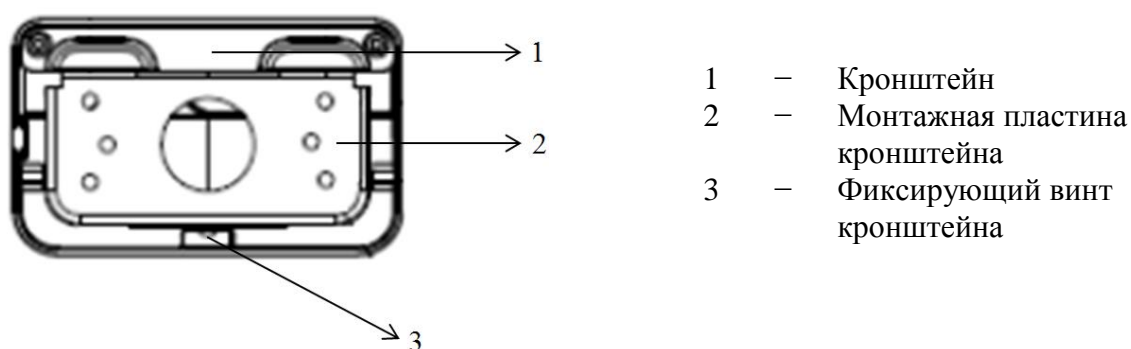

Рисунок 5.10
5.5.2 Ослабьте фиксирующий винт кронштейна и отсоедините монтажную пластину от кронштейна (рис. 5.10).